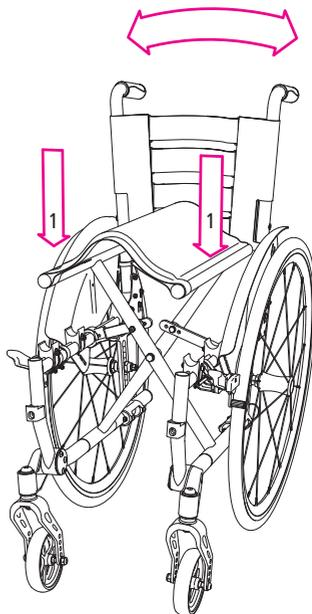

Abb.3
1. Drücken Sie mit den Händen gleichzeitig das linke und rechte Sitzrohr nach unten. Der Rollstuhl faltet sich nun selbstständig auseinander (1, Abb. 3.).